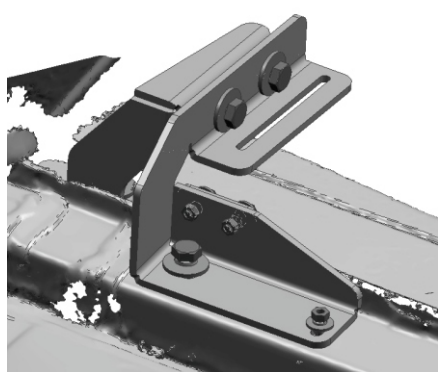

Рис. 2
4. Закрепить передний кронштейн болтом M10x25 к установленной гайке закладной M10x65/20 и гайкой M6 к штатной шпильке (рис.2).
5. Закрепить опору переднюю болтом M10x25 к установленной гайке закладной M10x65/20 (рис.2).
6. Стянуть между собой кронштейн передний и опору переднюю при помощи болтов M10x25, гаек M10 и шайб 10 (рис.2).